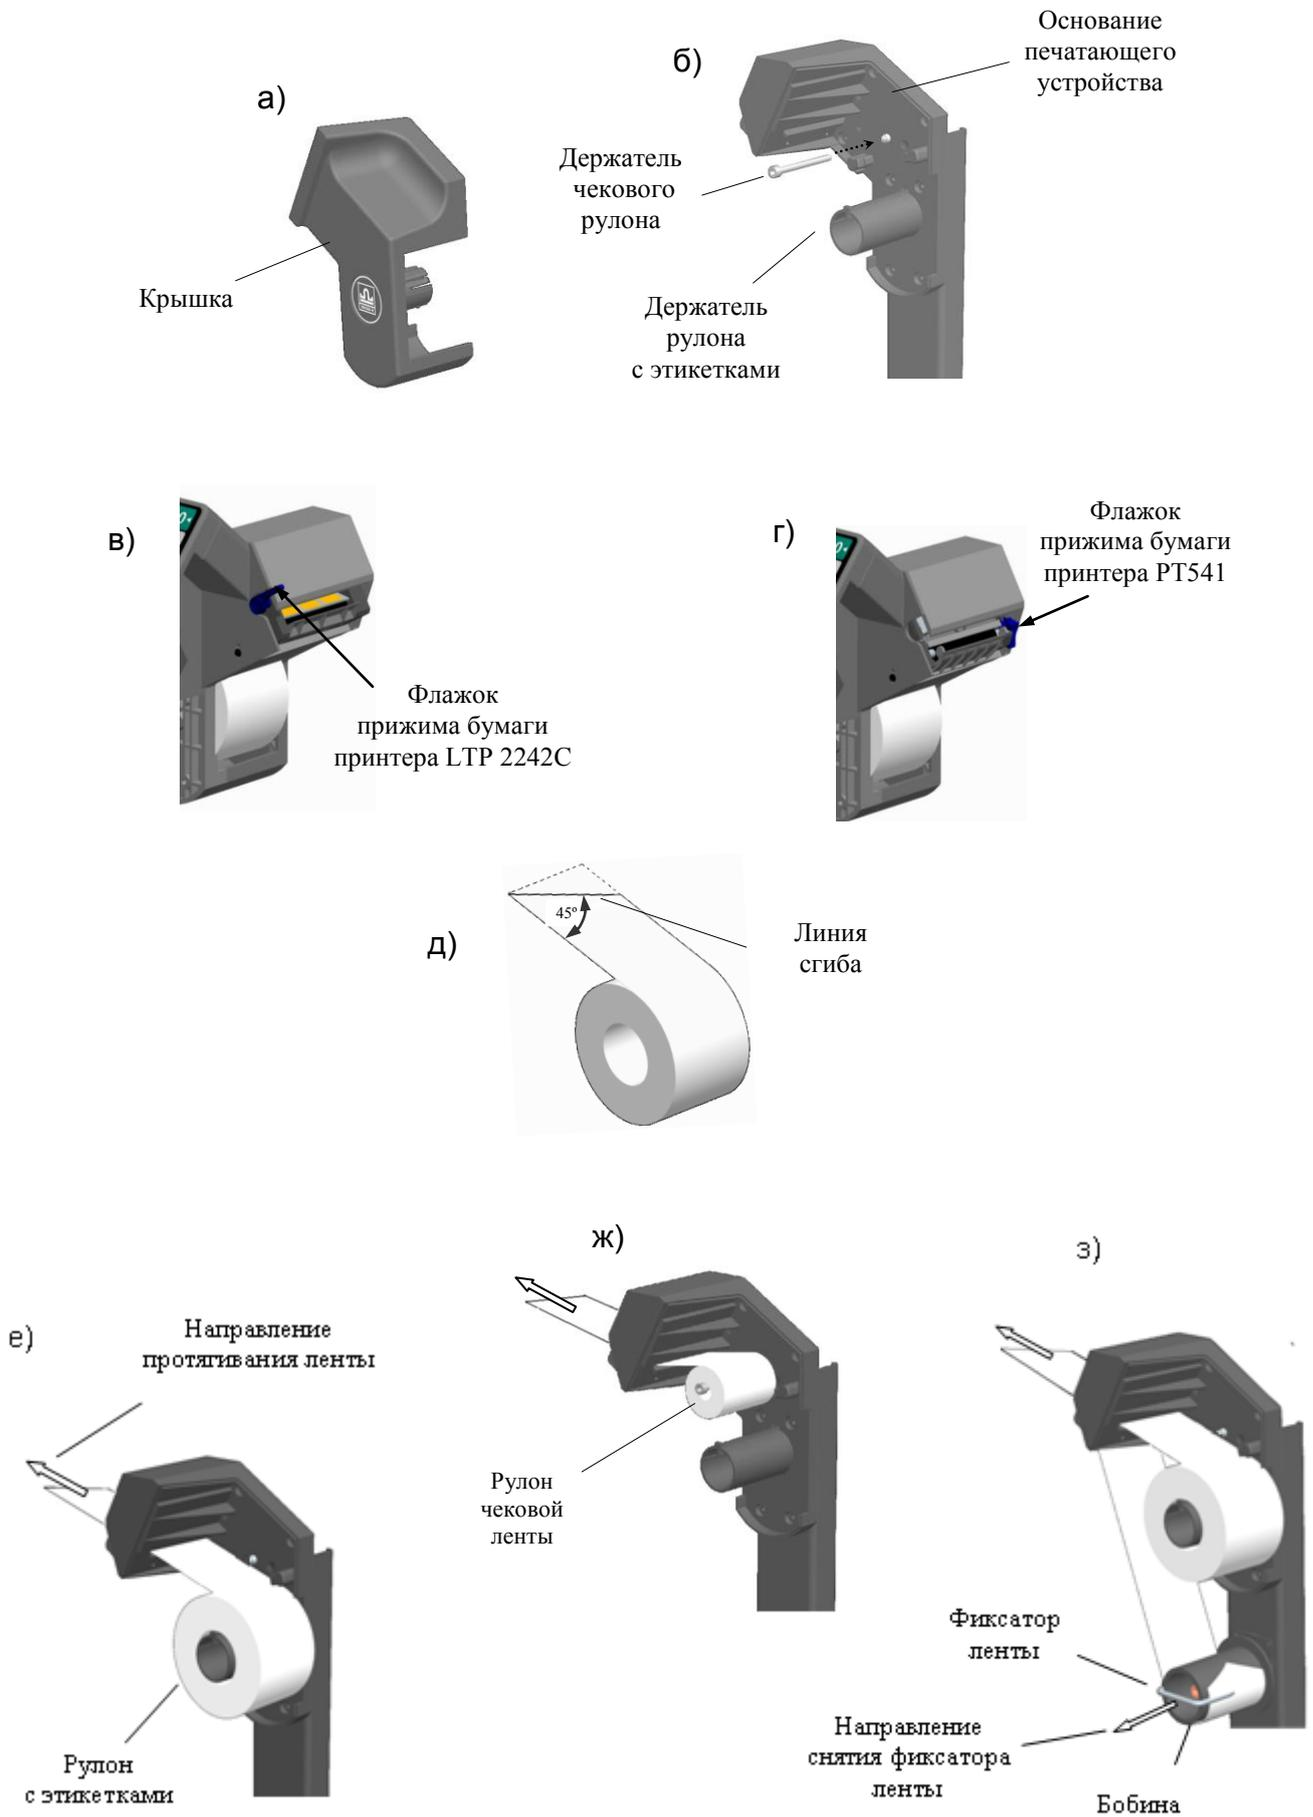

Рис. 2.3 – Установка рулонов в терминалах RP и R2P Дополнить картинку
☞ Для работы с чековой лентой в терминале необходимо установить держатель чекового рулона (рис. 2.3 б), который входит в комплект поставки.
- Легким рывком снять крышку печатающего устройства (Рис. 2.3 а, б).
- Поднять флажок прижима бумаги (Рис. 2.3 в, г).
- Плотно согнуть конец ленты нового рулона под углом 45° (Рис. 2.3 д).
- Надеть рулон на соответствующий держатель (Рис. 2.3 е, ж).
- Протянуть согнутый конец ленты через принтер в направлении, указанном стрелками (Рис. 2.3 е, ж).
- Снять фиксатор с бобины (Рис. 2.3 з).